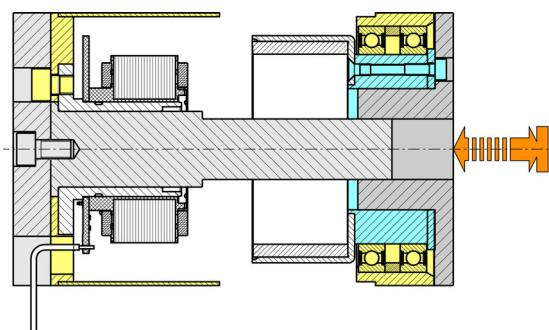

図 17 ロータとステータの組み付け
- 2つの部品を近づけていくと、磁力により突然軸方向へ引き合いまたは押し合います。そのため、常に軸方向へ力を掛けながら近づけてください (→ 図 17)